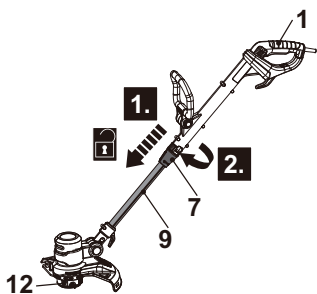

Fig. 6 (posición inicial  $0^\circ$ ) Fig. 7 A (posición inicial  $90^\circ$ ) (posición inicial  $180^\circ$ )
1. Deslice el botón de desbloqueo (7) hacia abajo y gire el asa principal (1) en el sentido de las agujas del reloj mientras sujeta el polo inferior (9) para ajustar el cabezal de corte (12) a un ángulo de  $90^\circ$  o  $180^\circ$  (Fig. 6). Suelte el botón de desbloqueo (7) y siga girando el asa principal (1) hasta que se bloquee. Asegúrese de que el botón de desbloqueo (7) encaje en su sitio.